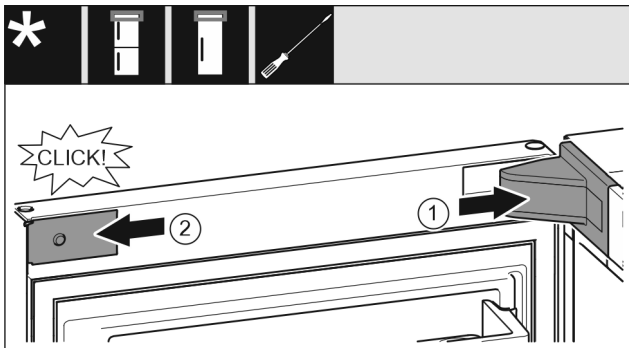

Fig. 19
- ▶ Крышку опорного кронштейна установите и зафиксируйте, при необходимости осторожно разожмите. *Fig. 19 (1)*
- ▶ Установите накладку сбоку и зафиксируйте. *Fig. 19 (2)*